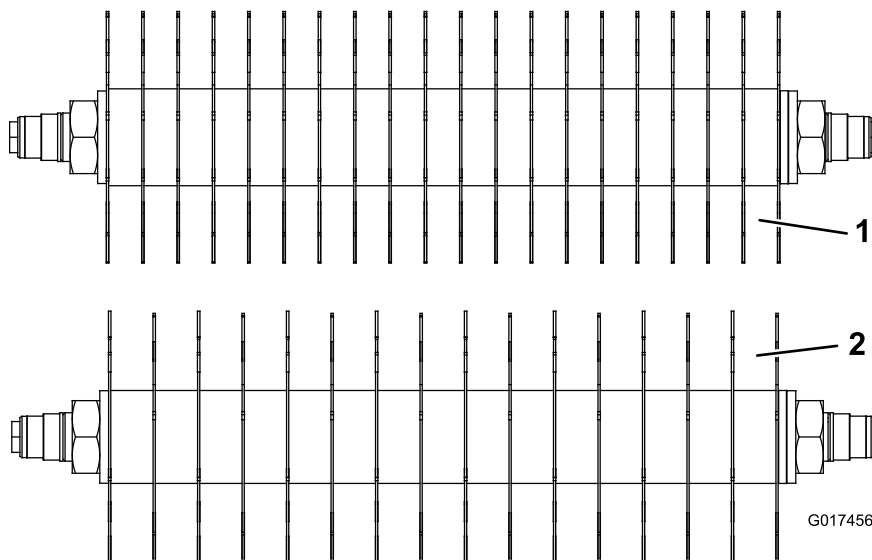

Рисунок 14
Чтобы изменить стандартную конфигурацию вертикуттера с 1,25-дюймовым разделением ножей на 1-дюймовое, необходимы дополнительные разделители (19), номер детали 93-3092, а также дополнительные карбидные ножи (4), номер детали 106-8625 или дополнительные (4) стандартные ножи, номер детали 93-3038-03 (Рисунок 14).